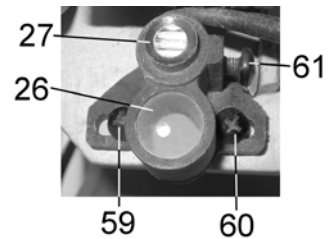

Рис. 11
### 10.5. Регулировка лазерного указателя (Рис.11)
10.5.1. На вашей пиле установлен лазерный указатель (27), Рис.11. Для включения и выключения лазерного луча служит переключатель (16), Рис. 2.